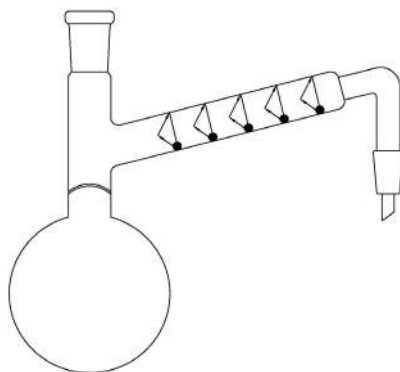

Рис. 36. Колба с
21. **Колба с дефлегматором** (рис. 36) применяется для проведения работ по разделению жидкостей при фракционной перегонке. Изготавливаются из стекла.